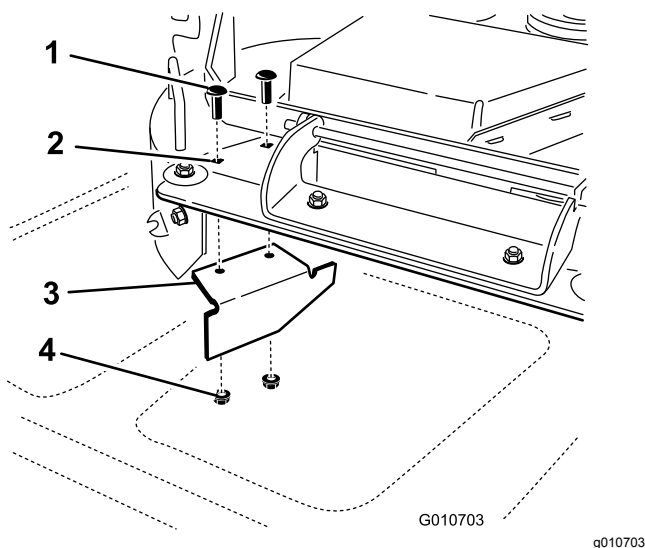

Figura 36
14. Localice el tabique en la bolsa de piezas sueltas. Retire las fijaciones de los taladros traseros de la placa de descarga. Instale el deflector en el orificio de descarga lateral de la carcasa de corte (Figura 36).